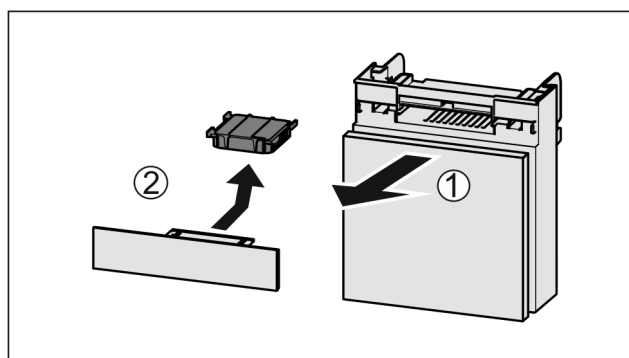

Fig. 199
- Estrarre il vano tirando in avanti Fig. 199 (1).
- Rimuovere il filtro a carboni attivi Fig. 199 (2).